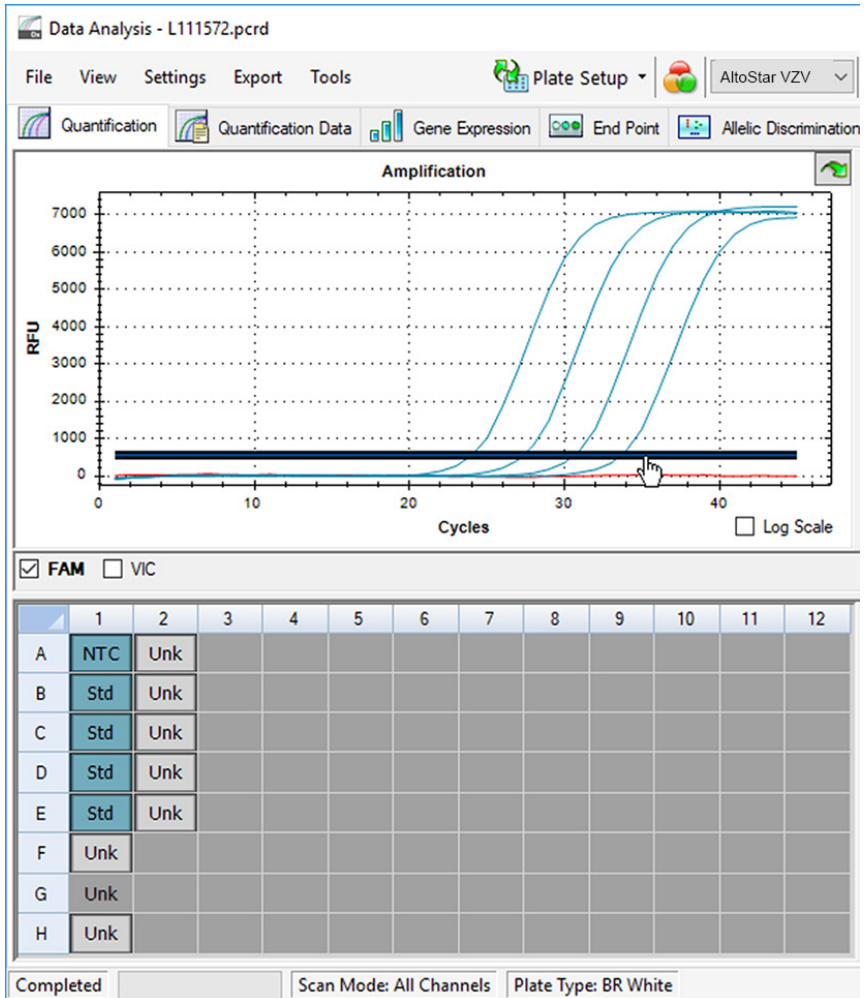

Figura 10: Janela Data Analysis (Análise de Dados): definição do limiar FAM™
5. Do lado esquerdo da janela Data Analysis (Análise de Dados), anule a seleção da caixa de verificação **VIC** e assinale a caixa de verificação **FAM** para o canal de deteção do alvo de VZV (consulte a figura 10).
6. Selecione apenas os poços que contêm NTC e os QS na vista da placa da janela Data Analysis (Análise de Dados) (consulte a figura 10).
7. Arraste o limiar bem acima do sinal de NTC para a área exponencial dos sinais QS (consulte a figura 10).